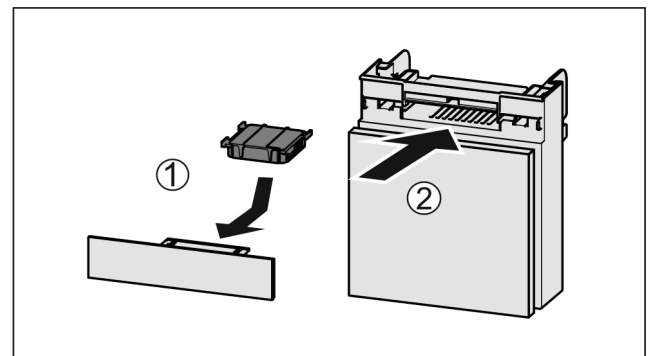

Fig. 79
- ▶ Aktivkohlefilter nach Abbildung einsetzen Fig. 79 (1).
- ▶ Fach einschieben Fig. 79 (2).